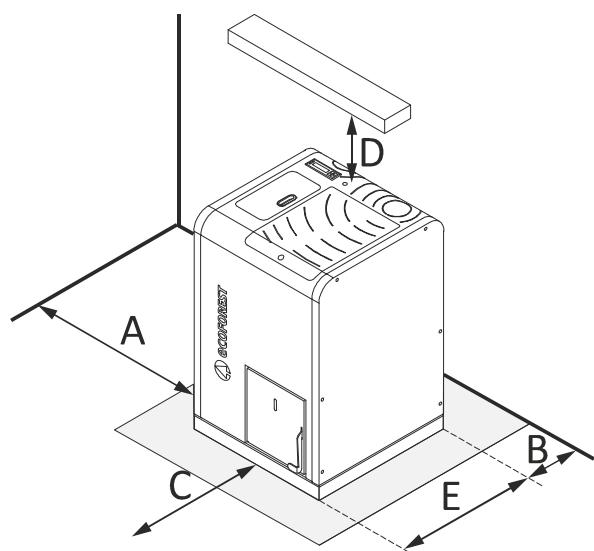

Figura 2
- 4.19.** Compruebe los espacios entre la caldera, el combustible y cualquier tipo de material inflamable, compruebe **figura 2**.